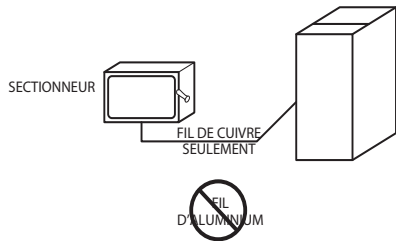

Fig. 33 – Coffret électrique externe fourni sur place sur le caisson de la chaudière
Ne branchez pas de fil d'aluminium entre le disjoncteur et la chaudière. Utilisez uniquement du fil de cuivre. Consultez la Fig. 33.
1. Percez deux (2) trous de départ de 3 mm (1/8 po) dans les dépressions du boîtier de la chaudière à proximité de la pastille défonçable ou au cache de 22 mm (7/8 po) sur le côté. Ne retirez pas la pastille défonçable ou le cache du côté du boîtier.
9. Raccordez les fils d'alimentation et neutres sur place aux fils d'alimentation électrique de la chaudière à l'intérieur du coffret électrique externe, comme illustré à la Fig. 33.